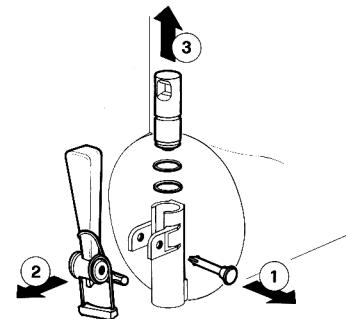

figura 11
- 6 Desarmar el grifo respetando la secuencia indicada (ver figura 11).